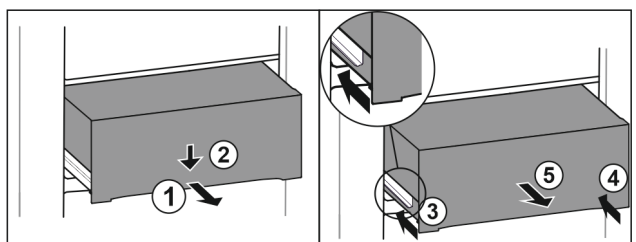

Fig. 104
- Húzza ki félig a fiókot. Fig. 104 (1)
- Nyomja le a fiók elülső oldalát. Fig. 104 (2)
- Tolja be a bal oldali sínt körülbelül 2 cm mértékben. Fig. 104 (3)
- Tolja be a jobb oldali sínt körülbelül 2 cm mértékben. Fig. 104 (4)
- Vegye ki a fiókot előre felé. Fig. 104 (5)